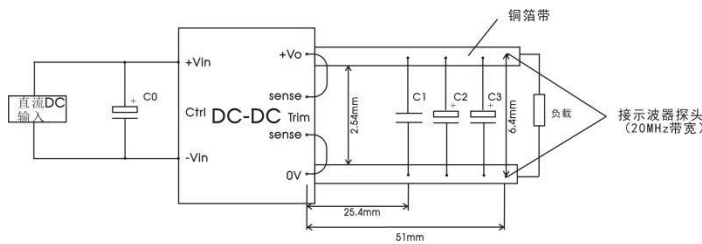

图 1
① 遥控脚(Ctrl)控制引脚的电压是相对于输入-Vin。
② 按 0%Io-100%Io 负载条件测试时, 48VDC 输出电压纹波&噪声≤400mV, 其他输出电压纹波&噪声≤300mV。纹波和噪声的测试方法参见图 1;
③ 引脚耐焊接温度非烙铁实际设定温度, 为良好焊接焊点所需的温度。客户实际设定温度需根据 PCB 厚度、覆铜大小差异, 烙铁功率、烙铁头选择不同综合设定。
所有该系列的 DC/DC 转换器在出厂前, 都是按照下图 1 推荐的测试电路进行测试。